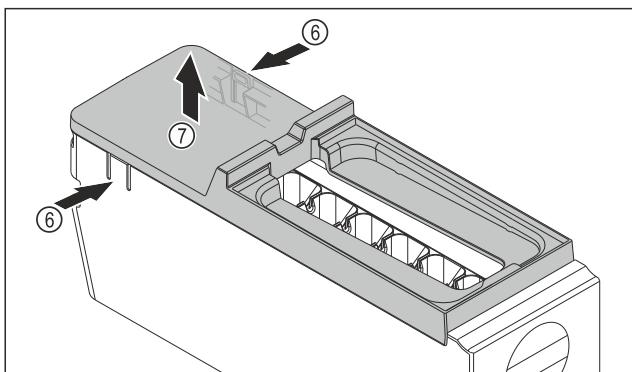

Fig. 146
- Снимите крышку корпуса EasyTwist-Ice: Надавите рукой на накладки Fig. 146 (6) с обеих сторон корпуса EasyTwist-Ice.
- Другой рукой снимите крышку Fig. 146 (7) по направлению вверх.